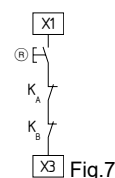

Fig.7
**Botão Reset externo (sem deteção de flanco) (ver Fig. 7)**